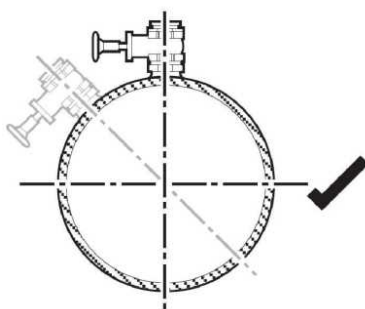

Рисунок 8. Правильное положение
- б) снимите ниппель (бобышку) и надежно приварите (рисунок 8 и 9) его (её) к подготовленному месту установки расходомера. Убедитесь, что её нижний край находится в одном сечении с внутренней поверхностью трубопровода и не протекает;